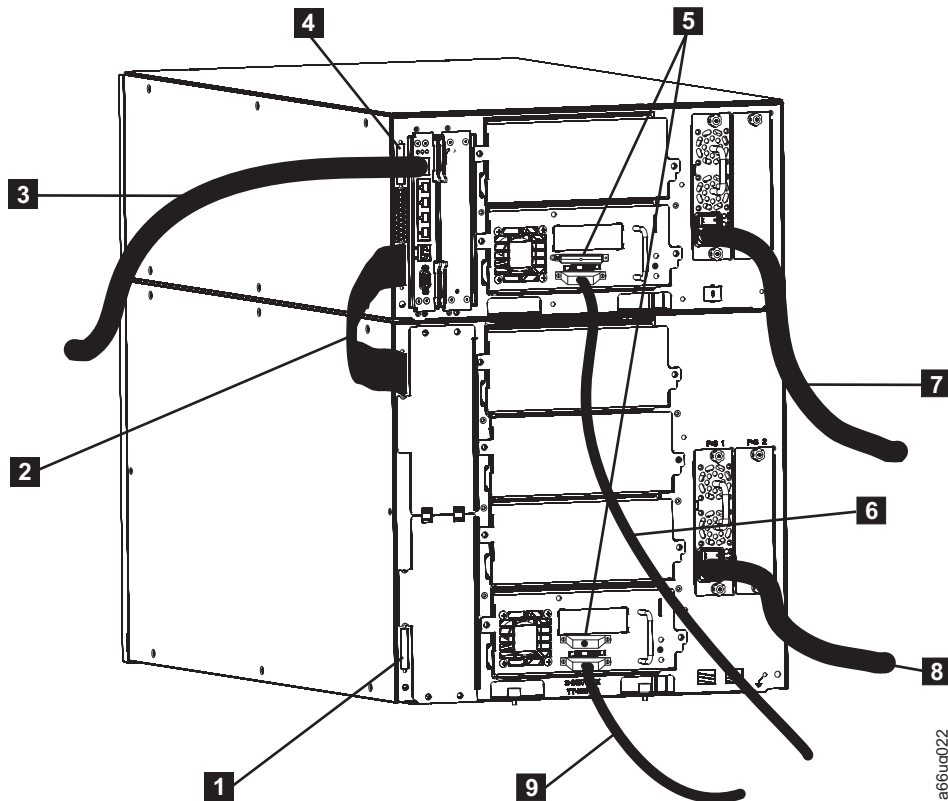

図 3-18. 複数の SCSI ドライブを搭載した 14U ライブラリーの配線
1. モジュール通信ターミネーター (3-22 ページの図 3-18 の **4**) を、ライブラリーの上部モジュールの上部コンセントに取り付けます。
2. モジュール間通信ケーブル (3-22 ページの図 3-18 の **2**) の一方の端をライブラリーの上部モジュールの下部コンセントに取り付け、次に、他方の端をライブラリーの下部モジュールの上部コンセントに取り付けます。
3. モジュール通信ターミネーター (3-22 ページの図 3-18 の **1**) を、ライブラリーの下部モジュールの下部コンセントに取り付けます。
4. お客様が用意されたイーサネット・ケーブル (3-22 ページの図 3-18 の **3**) の一方の端をライブラリー制御ブレード・イーサネット・ポートに取り付け、次に、ケーブルの他方の端をネットワークに接続します。
- SCSI ターミネーター (3-22 ページの図 3-18 の **5**) を、ライブラリー内の各 SCSI ドライブの上部コンセントに取り付けます。
- SCSI ケーブルの一方の端を各 SCSI ドライブ (3-22 ページの図 3-18 の **6**) の下部コンセントに接続し、次に、ケーブルの他方の端をホストに接続します。
6. 電源コード (3-22 ページの図 3-18 の **7** および **8**) の一方の端をライブラリーの電源機構にあるコンセントに取り付け、次に、コードの他方の端を給電部に接続します。この手順を、ライブラリー内のすべての電源機構で繰り返します。
- 7. 電源コード (3-22 ページの図 3-18 の **7** および **8**) の一方の端をライブラリーの電源機構にあるコンセントに取り付け、次に、コードの他方の端を給電部に接続します。この手順を、ライブラリー内のすべての電源機構で繰り返します。